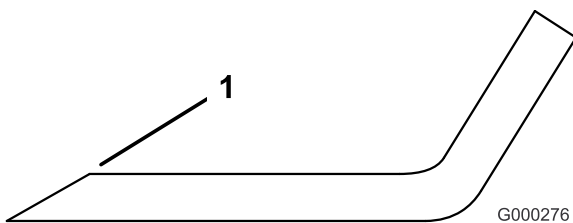

Figure 56
- Au moyen d'une lime, aiguissez les tranchants aux deux extrémités de la lame (Figure 56).